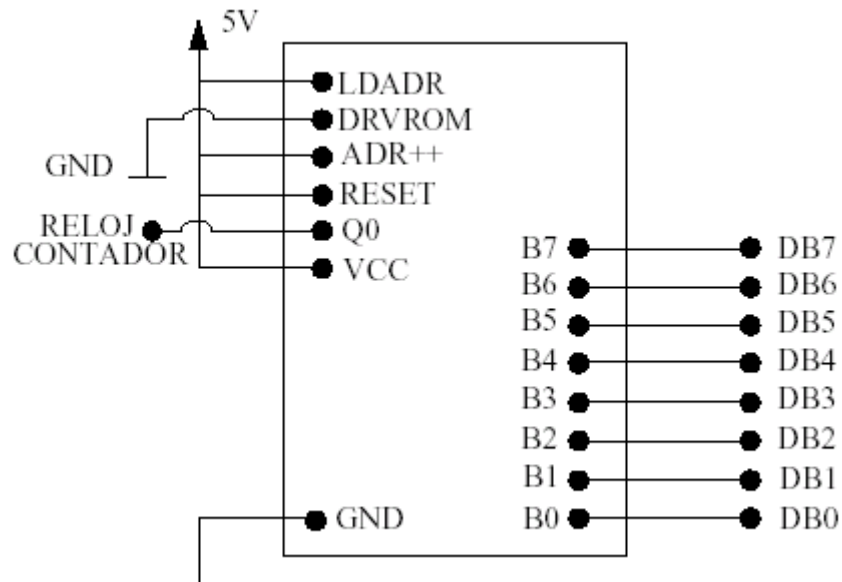

Figura 1: asignaciones de los pines para la tarjeta de circuito impreso que contiene la memoria y el contador.
La figura 1 muestra las asignaciones de los pines en el caso de la tarjeta de circuito impreso. Los pines correspondientes a los bits de datos de salida de memoria se encuentran a la derecha y los de potencia, toma de tierra y entrada del reloj al contador se ubican a la izquierda. Debe conectar el pin de potencia a la fuente de alimentación de 5-V en el protoboard y el pin de tierra a la toma de tierra del protoboard. Existen también cuatro pines de control de memoria y de contador que deben conectarse a la fuente de alimentación de 5-V y a la toma de tierra, tal y como se indica en la figura 1.
- (4-5) Conecte las ocho entradas de bits de datos del conversor analógico-digital a sus salidas de bits de datos correspondientes de la memoria (consulte la figura 1 para las asignaciones de los pines de memoria). Observe la salida v_{DAC} del conversor con